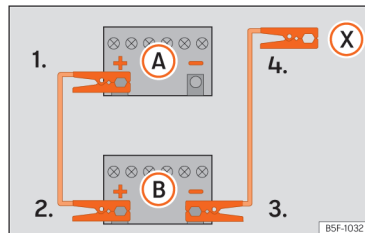

Fig. 193 Esquema de ligação para veículos sem sistema Start Stop.
2. Ligue uma extremidade do cabo *vermelho* de emergência ao polo positivo (+) do veículo com a bateria descarregada (A).
3. Ligue a outra extremidade do cabo auxiliar de arranque *vermelho* ao polo positivo (+) do veículo que fornece a corrente (B).
4. Veículos sem sistema Start-Stop: ligue uma extremidade do cabo preto de emergência ao polo negativo (-) do veículo que fornece a corrente (B) »» Fig. 193.